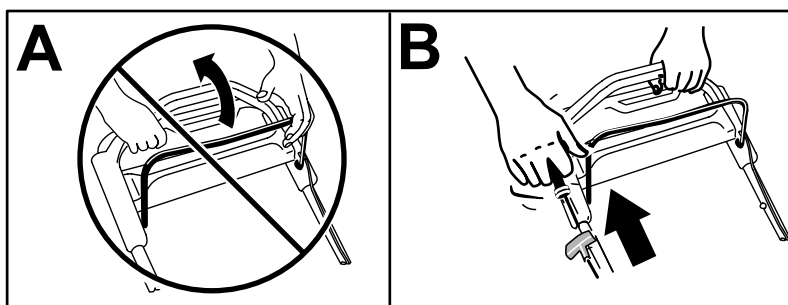

Figura 15
Tire suavemente del arrancador de retroceso (Figura 15, B) hasta que note resistencia, luego tire con fuerza y deje que vuelva lentamente a la guía de cuerda del manillar.
**Nota:** No apriete la barra de control de la cuchilla contra el manillar mientras tira del arrancador de retroceso (Figura 15, A).